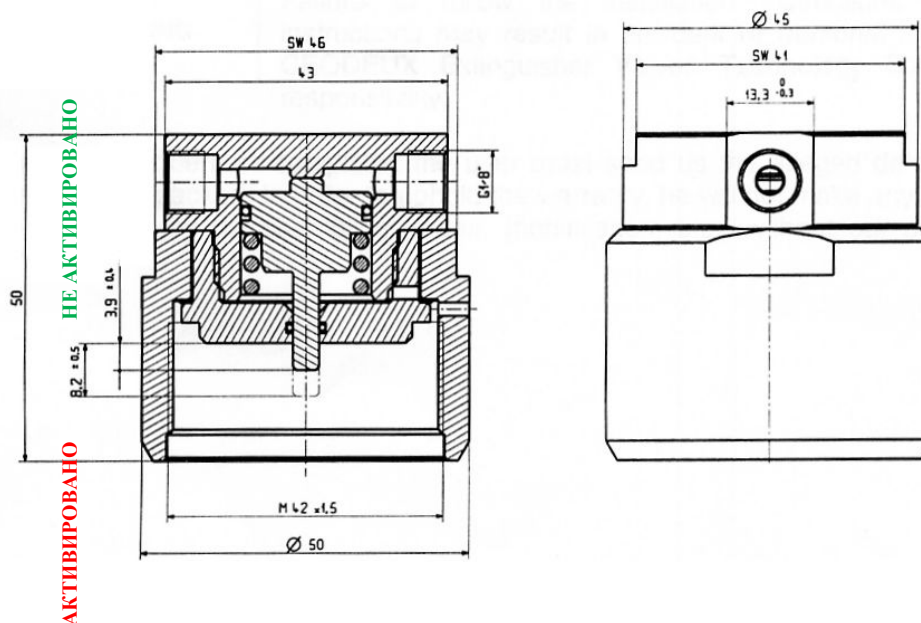

Рисунок 7 - Устройство пневматического пуска В04420066
**ВНИМАНИЕ! ПЕРЕД УСТАНОВКОЙ УБЕДИТЕСЬ, ЧТО УСТРОЙСТВО НАХОДИТСЯ В ПОЛОЖЕНИИ «НЕ АКТИВИРОВАНО» (СМ. РИСУНОК 7) В ПРОТИВНОМ СЛУЧАЕ ПРИ УСТАНОВКЕ ПРОИЗОЙДЁТ СРАБАТЫВАНИЕ МОДУЛЯ!**